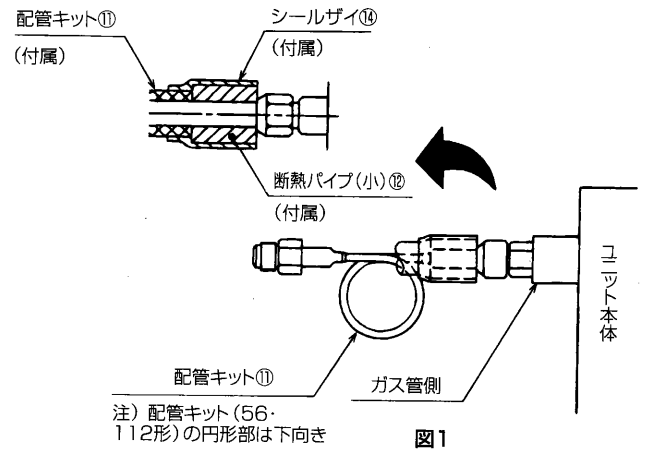

図1
(図1参照)
2) 接続された配管キット⑩接続部に、断熱パイプ(小)⑪をかぶせ、さらにシールザイ⑬を巻き付けてください。(図1参照)